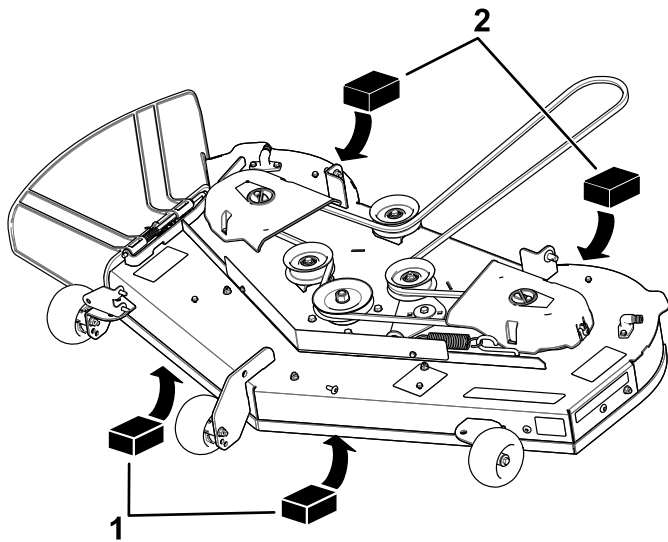

Figure 63
4. Placez deux cales de 6,6 cm (2⁵/₈ po) d'épaisseur chacune sous chaque côté du bord avant du tablier de coupe, mais pas sous les supports des galets anti-scalp (Figure 63).
5. Placez deux cales de 7,3 cm (2⁷/₈ po) d'épaisseur chacune sous le bord arrière de la jupe du tablier de coupe, une de chaque côté (Figure 63).